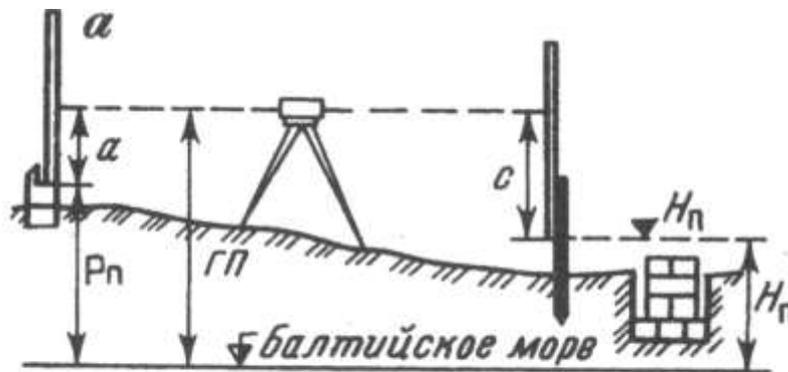

Рис. 2. Схема разбивки и контрольных высот фундамента
5. Выставьте проектную высоту верха фундамента на обноске (рис. 2), если высота репера $P_n = 15,737$, отсчет по рейке $a = 0412$, проектная высота фундамента $H_n = 14,237$.